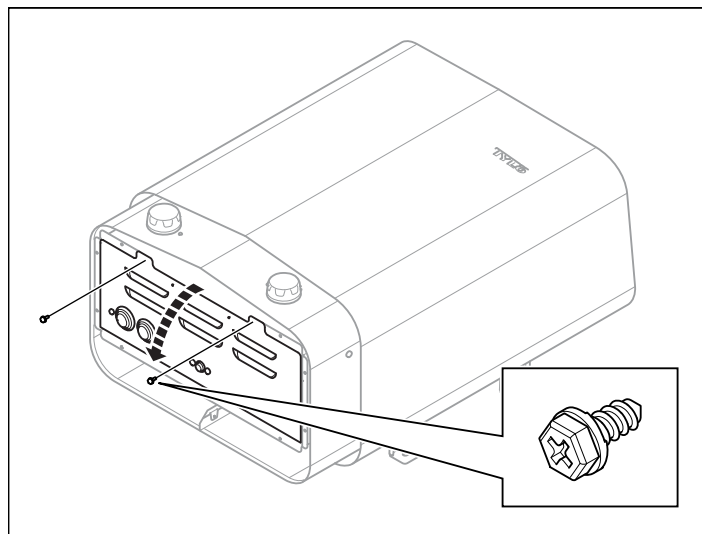

Fig 5: Öppna/stänga luckan
2. Lossa skruvarna och öppna luckan (se Fig 5, sidan 2).
4. Stäng luckan och skruva i skruvarna (se Fig 5, sidan 2).